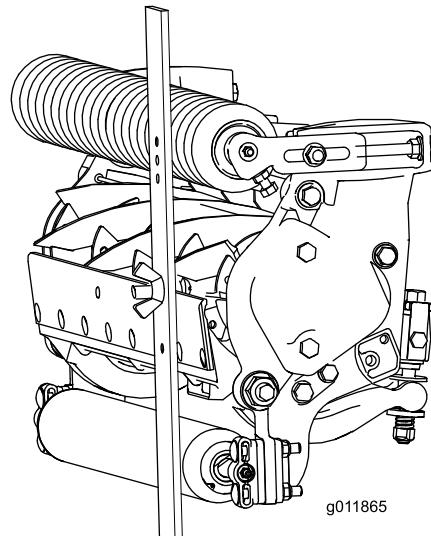

Figura 19
- Enganche la cabeza del tornillo sobre el filo de la contracuchilla y apoye el extremo trasero de la barra sobre el rodillo trasero (Figura 19).
- Gire el tornillo de ajuste hasta que el rodillo delantero entre en contacto con la barra de ajuste (Figura 19). Ajuste ambos extremos del rodillo hasta que el rodillo esté paralelo a la contracuchilla en toda su longitud.